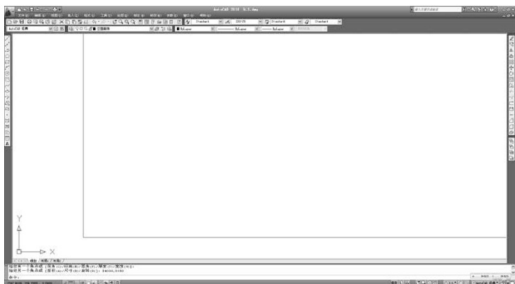

图 5.2 执行【范围缩放】命令前的视图
(1) 将【立面装饰】层设置为当前层。
(2) 单击【绘图】工具栏上的【矩形】图标 ，启动【矩形】命令。
① 在指定第一个角点或 [倒角(C)/标高(E)/圆角(F)/厚度(T)/宽度(W)]: 提示下,在屏幕的左下角任意单击一点作为矩形的第一个角点。
② 在指定另一个角点或 [面积(A)/尺寸(D)/旋转(R)]: 提示下,输入“@4300, 3350”后按 Enter 键结束命令。“4300”是相邻两个装饰柱外边沿之间的距离,“3350”是餐厅地面到四人餐桌上部顶棚的距离。
③ 由于新建图形距眼睛比较近,所以只能看到图形的局部,如图 5.2 所示。下面利用【范围缩放】命令将其推远,输入“Z”后按 Enter 键,再输入“E”后按 Enter 键。